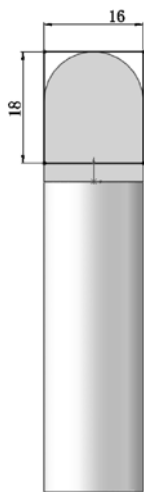

图 5-89 标注草图
(6) 绘制草图。在左侧的“FeatureManager 设计树”中用鼠标选择“上视基准面”作为绘制图形的基准面。单击“草图”工具栏中的 (边角矩形) 按钮, 绘制草图标注尺寸后结果如图 5-89 所示。